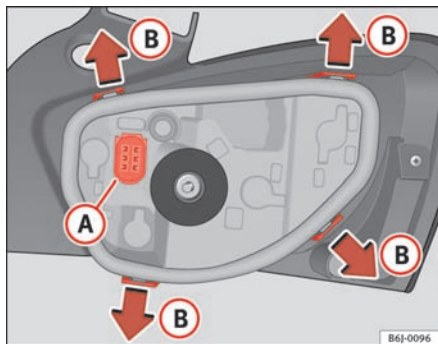

Fig. 142 Udskiftning af pærer i baglygter
- Tag stikket **A** ⇒ fig. 142 ud.
- Tag fatningen ud af huset. For at gøre det skal du trykke tapperne **B** i pilens retning ⇒ fig. 142.